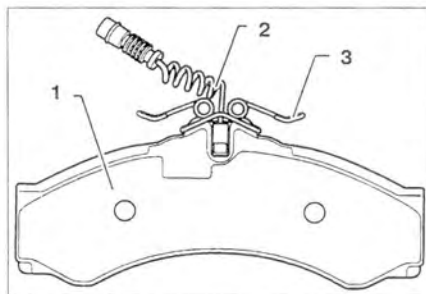

Рис. 8.10. Снимите фиксатор 3 с тормозной накладки и осторожно отсоедините с помощью отвертки индикатор износа тормозной накладки 2 от тормозной колодки.
4. Снимите фиксатор 3 с тормозной накладки и осторожно отсоедините с помощью отвертки индикатор износа тормозной накладки 2 от тормозной колодки (рис. 8.10).
7. Осторожно установите индикатор износа тормозной накладки 2 в тормозную колодку (рис. 8.10).